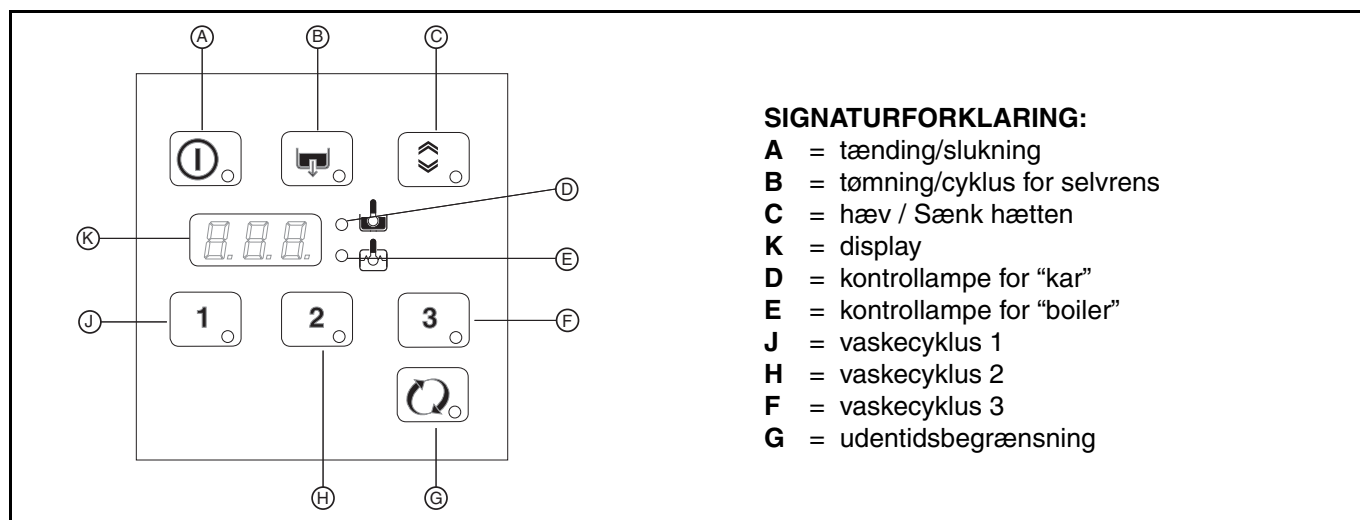

Fig. 17
- Hæv hættten (hvis maskinen er automatisk, ved at der trykkes på knappen for åbning/lukning "C" - Fig. 17) og kontrollér, at de indvendige dele er anbragt korrekt.
- Sænk hættten (ved at der trykkes på knappen for åbning/lukning "C" - Fig. 17).
Herefter tændes kontrollampen for knappen "A" (Fig. 17). Kontrollampen angiver, at der er sluttet strøm til opvaskemaskinen samt at den er ved at tage vand ind og opvarme det. Teksten "FILL" vises på displayet i forbindelse med indtag og opvarmning:
Fremvisning af temperaturen i boileren i forbindelse med opvarmning af karret sker ved at hæve hættten og trykke på knappen "J" (Fig. 17).
Til let snavset service: Tryk på knappen "J" (Fig. 17), (se tabellen over tidsrum).
Til normalt snavset service: Tryk på knappen "H" (Fig. 17), (se tabellen over tidsrum).
Til meget snavset service: Tryk på knappen "F" (Fig. 17), (se tabellen over tidsrum).
Til særdeles snavset service med indtørrede madrester, til service med speciel form eller andre specifikke brugerkrav: Tryk på knappen "G" (Fig. 17), der svarer til konstant vask. Vasken afbrydes først, når brugeren vælger en automatisk cyklus.
- Hvis maskinen er automatisk, skal håndtaget ikke anvendes til åbning eller lukning af maskinen. Åbning og lukning af hættten sker ved at trykke på knappen "C" (Fig. 17).
- Vælg cyklussen for tømning ved at trykke på knappen "B" (Fig. 17).
- Sluk opvaskemaskinen ved at trykke på knappen "A" (Fig. 17).